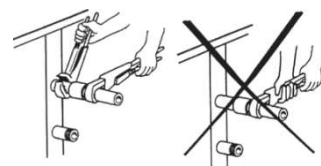

Рисунок 1 - Подключение водяного теплообменника
- 2.1.7 При подключении теплообменника необходимо придерживать его патрубки при помощи трубного ключа (Рисунок 1).
- 5.1.6 Подключите водяной нагреватель (если предусмотрен). При подключении водяного нагревателя придерживайте патрубки при помощи трубного ключа как показано на рисунке (Рисунок 1). Подключение водяного нагревателя к тепловой сети должно осуществляться через смесительный узел. В прямой линии смесительного узла обязательна установка сетчатого фильтра.